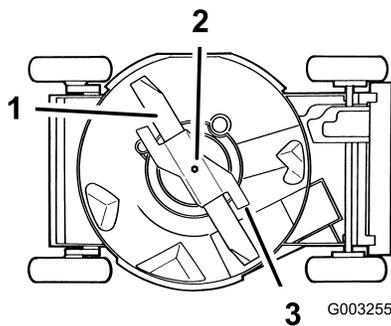

Figure 30
4. Basculez la tondeuse sur le côté **droit** (Figure 30).
Tenez la lame à son extrémité avec un chiffon ou un gant épais. Enlevez le boulon de lame, la rondelle de blocage, l'accélérateur et la lame (Figure 30).